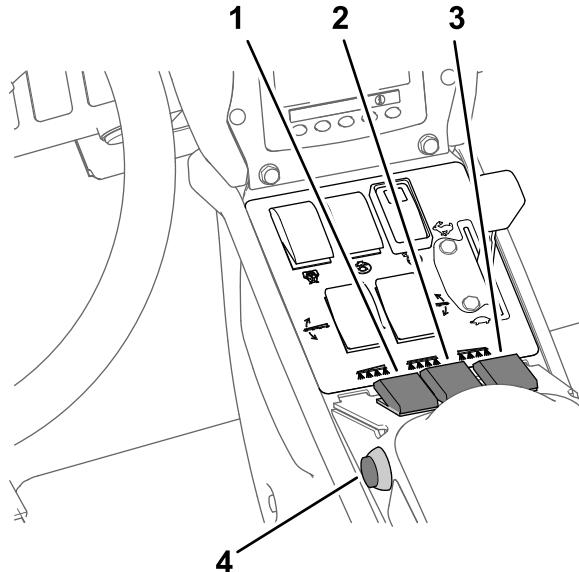

Figure 47
2. Appuyez sur le bouton 2 pour passer à l'étape suivante (Figure 47).
1. Placez la commande générale des sections en position MARCHE (Figure 47).
3. Placez la commande générale des sections en position ARRÊT (Figure 47).